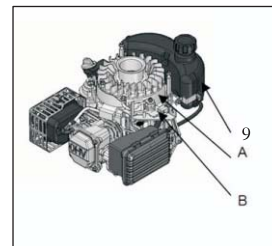

Fig. 12
4. Mova a alavanca de controlo dos travões (localizada no equipamento) para soltar o travão do volante e verifique se há folga entre o braço do regulador e a controlo de retorno do acelerador quando a alavanca de retorno do acelerador estiver na posição rápida (ou alta). Verifique também se há uma distância mínima de 2 mm entre a tampa e o suporte do cabo do travão. (Ver Fig. 12)